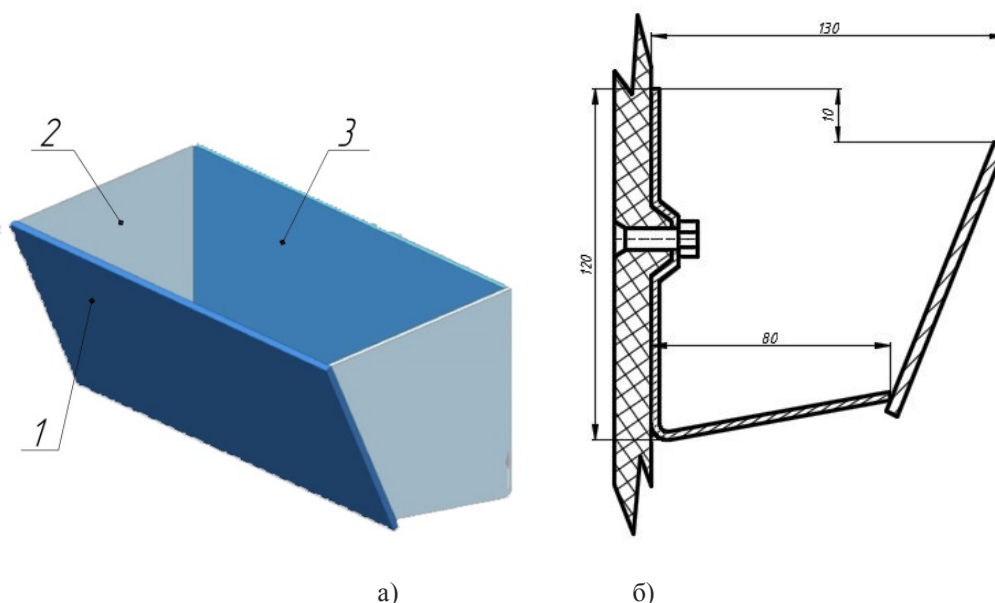

Рис. 2. Ковш ЛГ (а) и ковш ЛГ в разрезе (б)
1. Глубокий ковш (ЛГ) применяется для транспортирования легкосыпучих материалов, таких как угольная пыль, уголь средней и мелкой фракции, цемента, сухой глины, песка, сухой золы, извести, опилок, гранул, керамзитового гравия и др. Конструкция этого ковша показана на рис. 2.